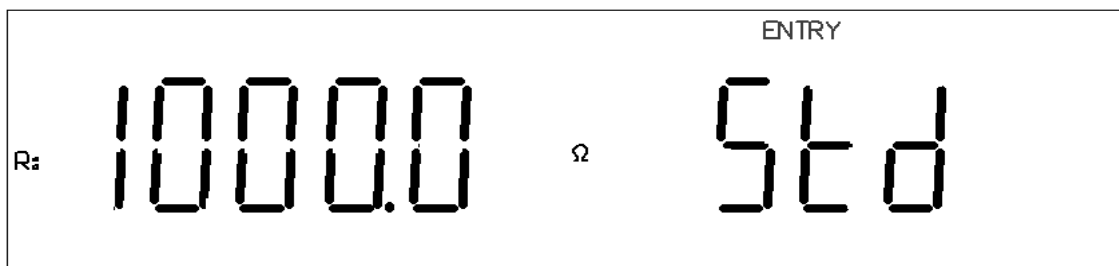

图 3-6 标称值参数设定
10. 按 $\text{[▶]}$ 键，副参数显示区“STD”闪烁，主参数显示区显示当前标称值。如图3-6所示。